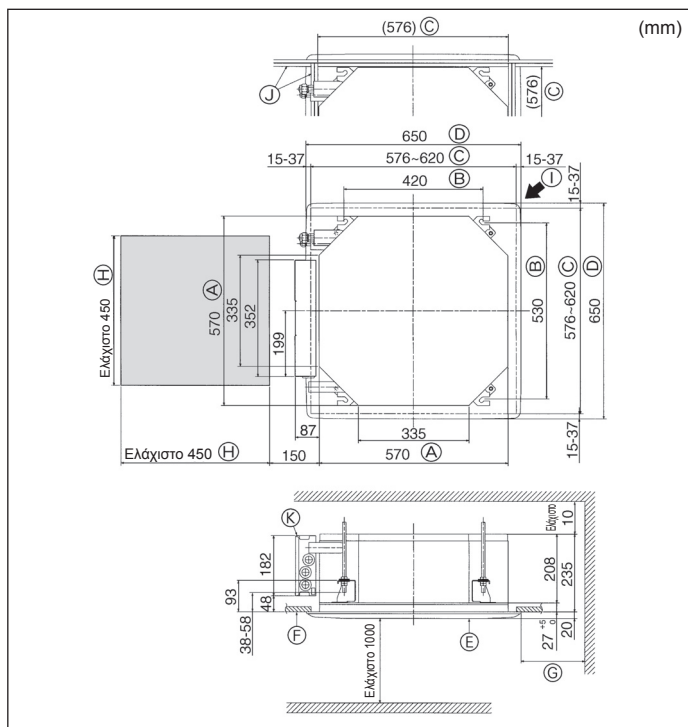

Fig. 4-2
4.2. Ανοίγματα στο ταβάνι και θέσεις για την τοποθέτηση των μπουλονιών ανάρτησης (Fig. 4-2)